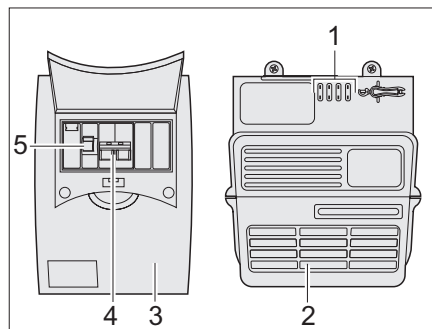

Bild 88 Netzgerät und Sicherungsa-
Der 230-V-Sicherungskasten (Bild 88,3) ist neben dem Netzgerät (Bild 88,2) montiert.
Im Sicherungskasten (Bild 88) befindet sich die Hauptsicherung (Bild 88,4) und ein Fehlerstrom-Schutzschalter (Bild 88,5).
Der Fehlerstrom-Schutzschalter (Bild 88,5) misst den Stromfluss von der Strom Hin- und Rückleitung. Besteht zwischen beiden Leitungen ein Gleichgewicht, wird der Fehlerstrom-Schutzschalter nicht aktiv. Kommt es zu einer Differenz zwischen den Leitungen, unterbricht der Schalter den Stromfluss sofort. Dadurch verhindert er gefährliche Stromunfälle.
- Hauptschalter (Bild 88,4) nach oben auf Stellung "ON" drücken.
- Fehlerstrom-Schutzschalter (Bild 88,5) nach oben auf Stellung "ON" drücken.